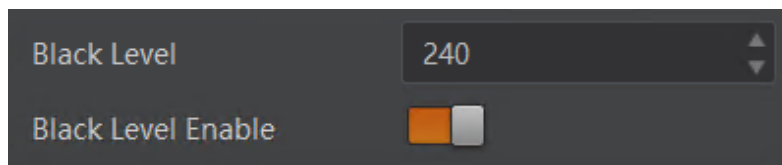

图7-33 黑电平设置
2. 在 *Black Level* 参数中输入需要设置的数值，如图 7-33 所示。